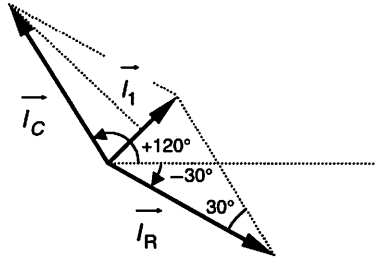

Figure 3.12 Représentation de Fresnel des courants Résistance et condensateur permutés
– Sachant que  $C\omega = 1/R$ , on obtient la représentation de Fresnel (Fig. 3.12). D'où :